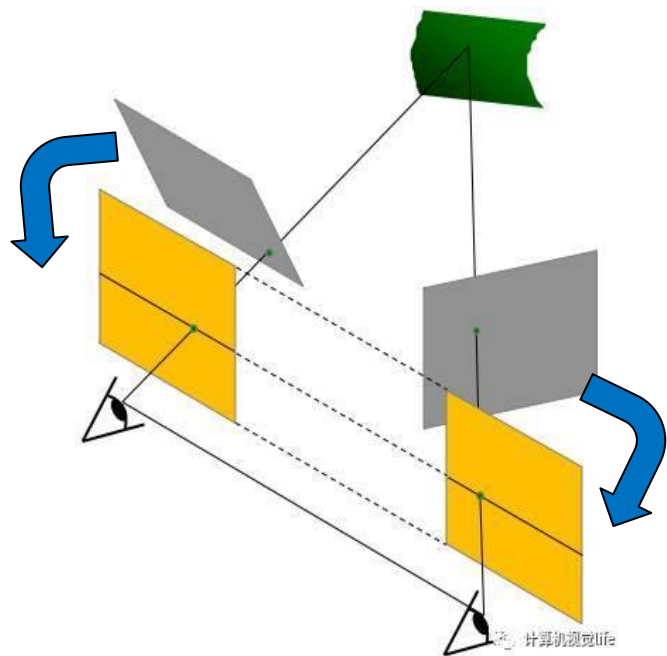

图14 立体校正：将两部相机的光轴平行
2. 假设在该点摆在左相机的正前方（该点的位置无关紧要），在 y 的方向也有相似三角形，如图14所示。